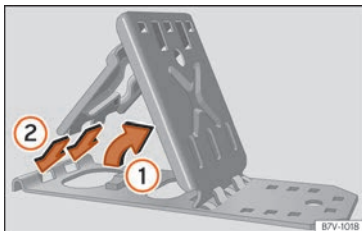

Fig. 103 Desplegar los calzos plegables.
- Levante la placa de apoyo » **fig. 103** (1).
- Introduzca las dos “pestañas” de la placa de fijación en los orificios alargados de la placa soporte (2).